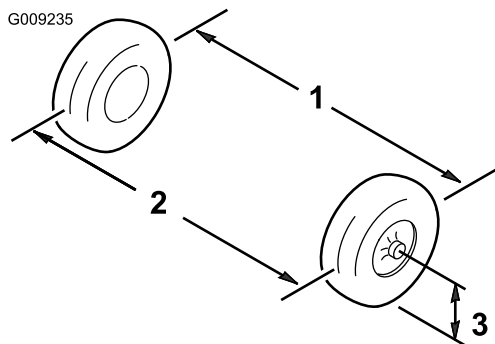

Figura 59
3. Meça a distância entre os pneus dianteiros à altura do eixo na zona dianteira e traseira dos pneus dianteiros (Figura 59).